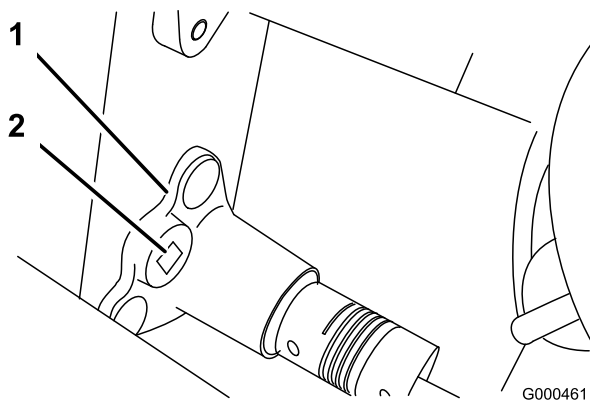

Figura 39
B. Con una chiave torsiometrica da 9,5 mm (3/8") girate la sede del cuscinetto ad una coppia di 4-4,5 Nm per impostare la tensione della cinghia (Figura 39).